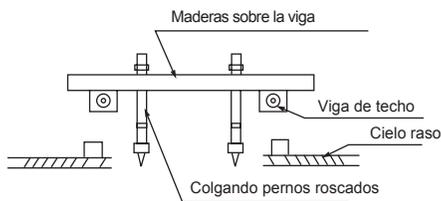

Fig.5-3
- Por favor, consulte Fig.5-3 Fig.5-4.